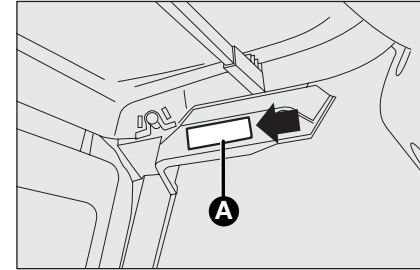

Abb. 28
- ☐ Den beiliegenden Schraubendreher an der in der Abbildung gezeigten Stelle an der Gepäckraumleuchte **A-Abb. 28** ansetzen.